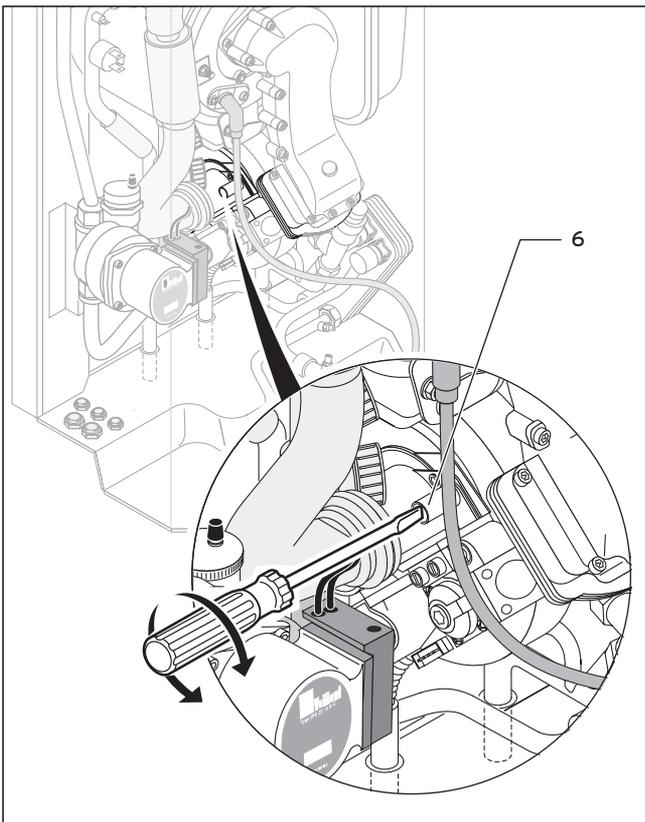

Рис. 5.5 Выполнение регулировки коэффициента избытка воздуха (регулировка газовой арматуры)
- При необходимости, установите соответствующий параметр продуктов сгорания (табл. 5.2) вращением винта (6) (см. рис. 5.5).